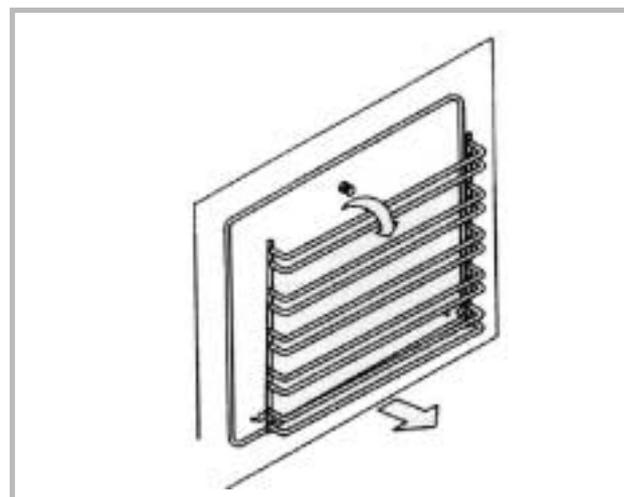

Figure 11
2. Faites tourner l'ensemble de tiges de guidage comme indiqué sur la figure et tirez vers l'extérieur. Les tiges de guidage sont maintenant libérées (figure 11).